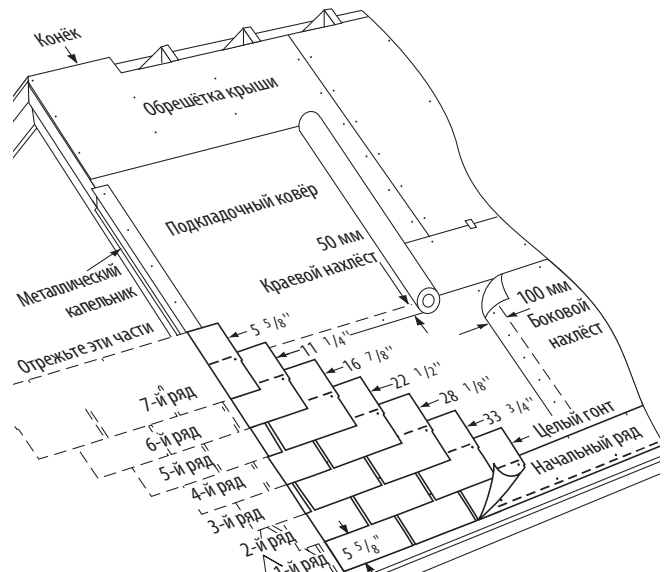

Рис. 10-14. Укладка первых семи рядов на крышу со стандартным уклоном.
1-й РЯД: Уложите целый гонт в левом нижнем углу крыши. Разместите язычки вровень с краями гонтов начального ряда. Таким образом герметик на полосовых гонтах начального ряда пристанет к язычкам гонтов первого ряда и не позволит им задираться при сильном ветре (Рис. 10-14).
1. Отрежьте 14,3 см с левой стороны гонта и уложите этот кусок шириной 85,7 см над гонтом первого ряда и поверх него, на одной линии с левым краем начального ряда (Рис. 10-14).
2. Отрежьте 28,6 см от первого гонта третьего ряда, 42,8 см от первого гонта четвертого ряда, 57,2 см от первого гонта пятого ряда, 71,5 см от первого гонта шестого ряда и 85,7 см от первого гонта седьмого ряда. Уложите каждый гонт левым краем на одну линию с гонтами предыдущего ряда (Рис. 10-14).